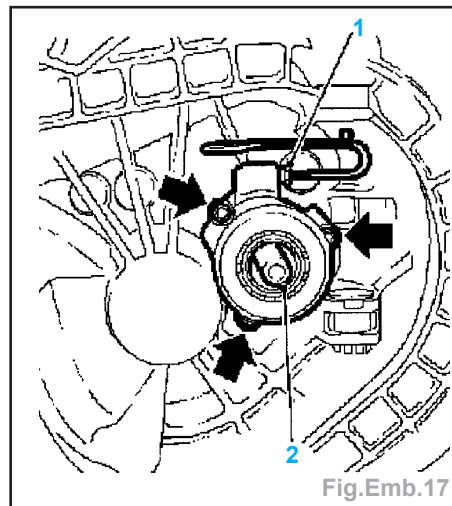

Fig.Emb.17
- Dévisser l'écrou-raccord (1) (Fig.Emb.17).
- mettre en place le débrayage central (1).
- serrer les 3 vis neuves (flèches) à 0,5 daN.m (Fig.Emb.17),
- retirer l'outil d'aide de montage (2).